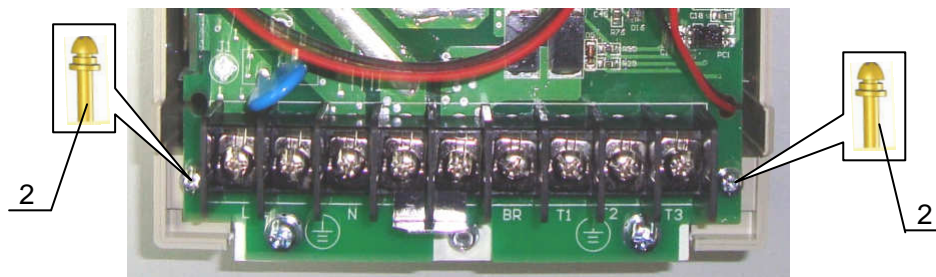

Рис.6.10
6.6.2. Выкрутить два винта 2 крепления платы драйверов к основанию корпуса (рис.6.10). Положить винты в тару.